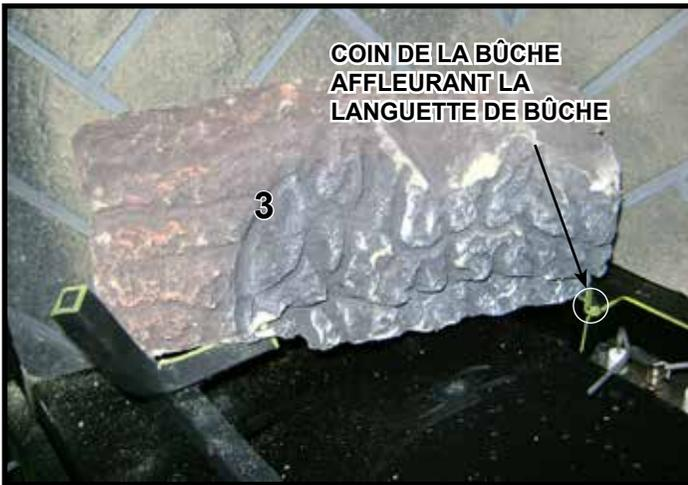

Figure 5. Placez la bûche 3.
**Bûche 3 (SRV2206-702) :** Placez la bûche 3 comme le montre la Figure 5. Placez la rainure pour la dent de grille, sous la bûche, sur la base de la dent de la grille gauche. Tirez la bûche vers l'avant. L'arrière de la bûche 3 devrait reposer sur le support de bûches. Pliez la languette située à gauche de l'assemblage de veilleuse à la verticale. Faites pivoter la bûche 3 dans le sens horaire jusqu'à ce que le coin inférieur droit touche à la languette de bûche.